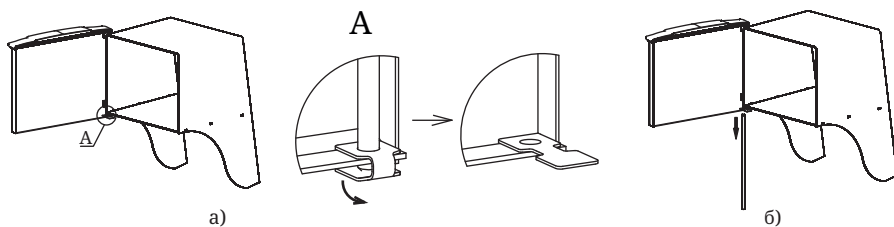

Рисунок 15. Демонтаж дверцы дровяной банной печи ТМФ
автоматики 820 NOVA рисунок 15. Подключение энергозависимого ПУ к газовой автоматике 820 NOVA показано на рисунке 16.
1. Отогните упор, фиксирующий конец оси между площадками упора (рисунок 15.а).
2. Извлеките ось через отверстия сверху вниз (рисунок 15.б).